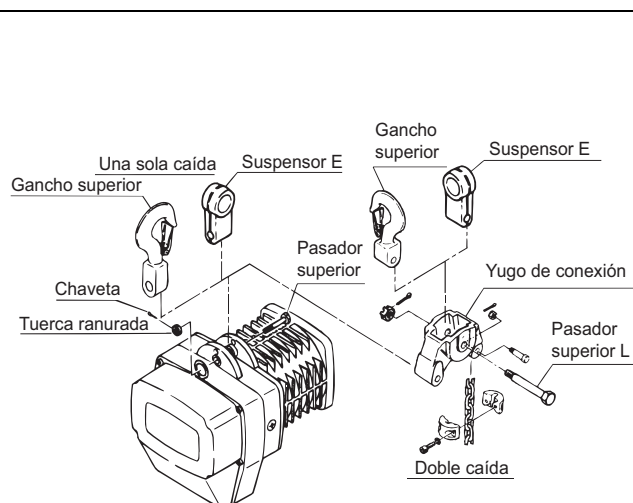

Figura 3-10 Modelo ES
- 4) Unidades con una caída - Desmonte el conjunto del gancho superior retirando la chaveta de la tuerca ranurada. Retire la tuerca ranurada, saque el pasador superior y retire el gancho superior. Vuelva a colocar el suspensor E, el pasador superior, la tuerca ranurada y la chaveta. Asegúrese de doblar los extremos de la chaveta, lejos uno del otro lo suficiente para que la chaveta se mantenga fija en el pasador superior. Consulte la Figuras 3-9 o Figura 3-10 para el producto apropiado. Conecte el polipasto/tecle de cadena al trole.
- 5) Unidades con caída doble (excepto ES de 5 toneladas) - Retire el conjunto del gancho superior retirando la chaveta de la tuerca ranurada. Retire la tuerca ranurada, saque el pasador superior L del yugo de conexión y retire el gancho superior. Vuelva a colocar el suspensor E, el pasador superior, la tuerca ranurada y la chaveta. Asegúrese de doblar los extremos de la chaveta, lejos uno del otro lo suficiente para que la chaveta se mantenga fija en el pasador superior. Consulte la Figuras 3-9 o Figura 3-10 para el producto apropiado. Conecte el polipasto/tecle de cadena al trole.